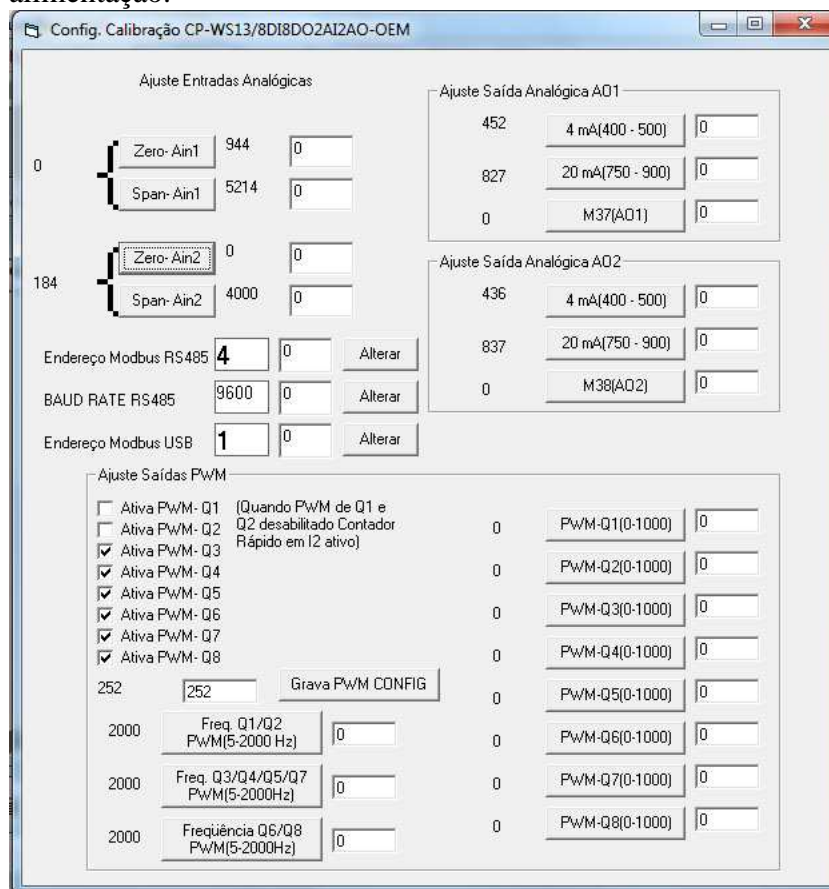

Figura 4 – Visão geral do software de configuração e ajuste do CP-WS13/8DI8DO2AI2AO/USB/OEM
**CLP\_proxsys\_util\_V6.exe** como mostra a figura 4, ou via escrita por protocolo MODBUSRTU comando 06 – WRITE SINGLE REGISTER.